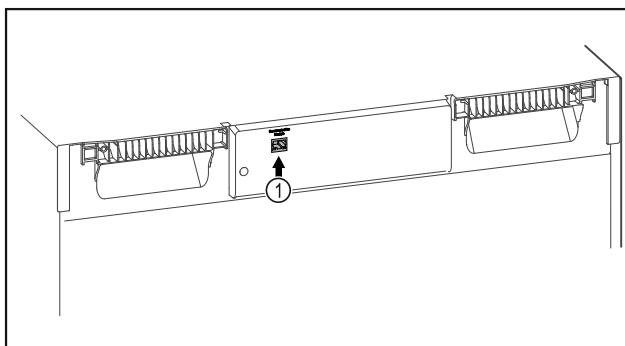

Fig. 110
SmartModule Fig. 110 (1) naudojamas.